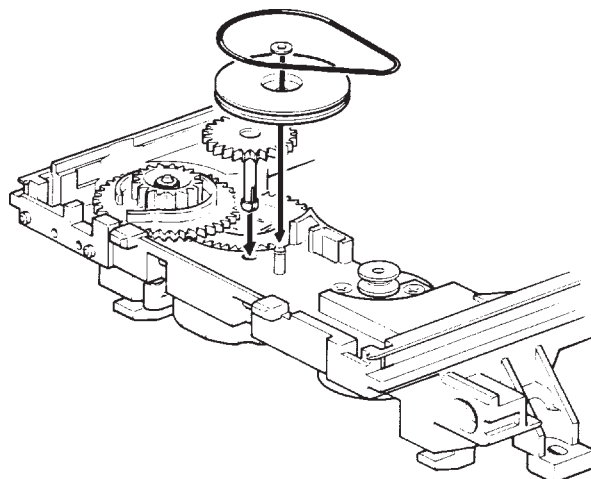

Fig. 31
- Antriebsriemen und Zahnräder (Fig. 31) können nun abgenommen werden.
- Belt and toothed wheels can be removed now (Fig. 31).